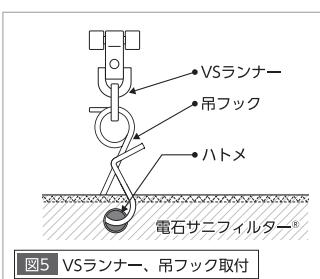

図5 VSランナー、吊フック取付
- ① 【図5】を参照して、VSランナー、吊フック、電石サニフィルター®(ハトメ)をつなぎます。